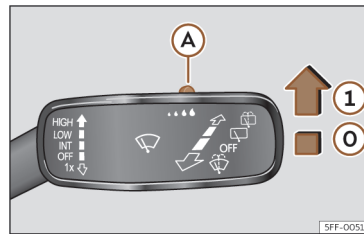

Fig. 104 Levier des essuie-glaces : régler le détecteur de pluie (A).
Poussez le levier dans la position souhaitée >>> **fig. 104.**
- ⑦ Détecteur de pluie désactivé.
- ① Détecteur de pluie activé ; balayage automatique si nécessaire.
Après avoir coupé le contact et l'avoir remis, le capteur de pluie reste activé et reprend sa marche lorsque l'essuie-glace se trouve dans la position >>> **fig. 104** ① y et que vous circulez à plus de 16 km/h (10 mph).